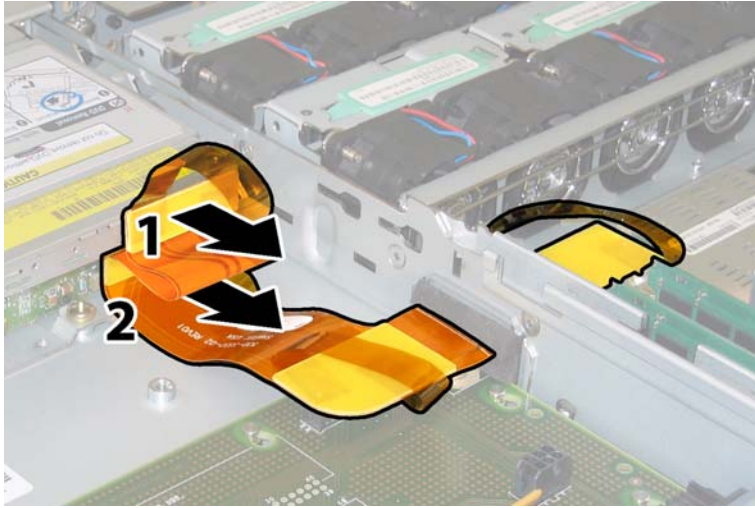

图 3-36 从 DVD 光盘驱动器和 HDD 背板上断开软线缆
10. 从 DVD-ROM 光盘驱动器的背面和 HDD 背板上断开软线缆连接器。请参见图 3-36。